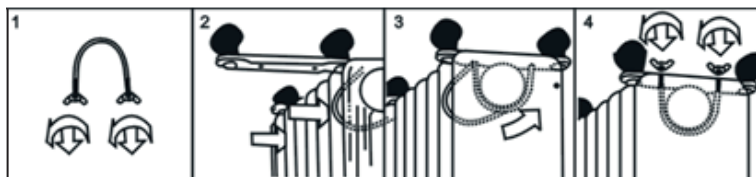

fig. 2
- fissare i piedini con le ruote **(6)** - **fig. 2**,